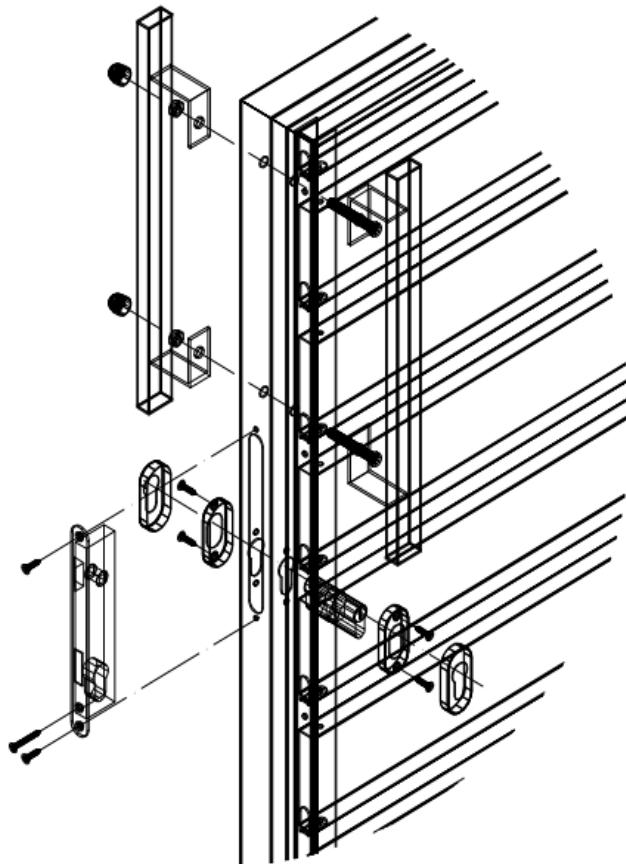

Rys. 3
9. Na wkręcone zawiasy zakładamy skrzydło furtki, wpuszczamy trzpień przez zawias przyspawany do skrzydła furtki oraz zawias wkręcony w słupek, następnie zabezpieczamy trzpień pierścieniem Segera (Rys. 3), dbając o zachowanie jednakowej linii i jednakowego poziomu.